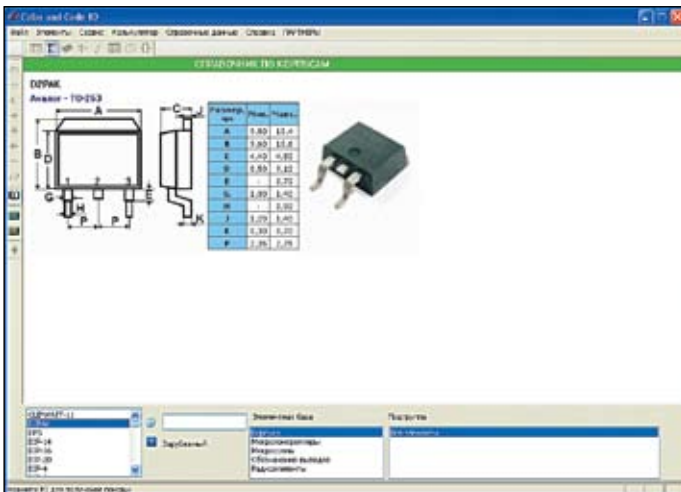

Рис. 3. Вывод габаритных размеров корпусов радиоэлементов
- «Корпус» (рис. 3). Этот режим позволяет отображать тип корпуса с габаритными размерами, например D2PAK.